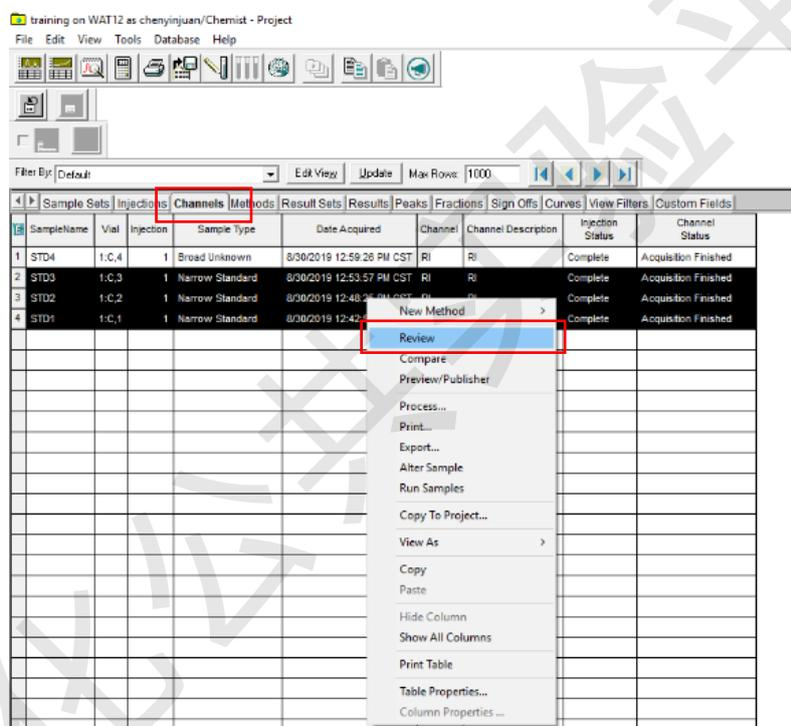

图7-30
Step 1: 在数据查看主页面-Channels 列, 选中标准样品行, 右键-Review, 弹出Review 界面 (图7-30)。